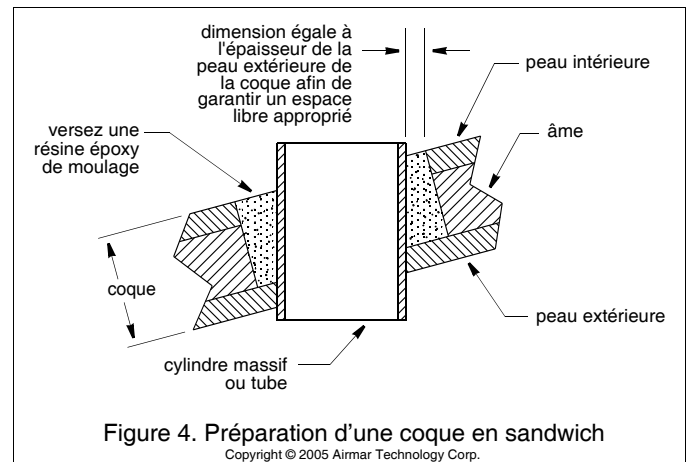

Figure 4. Préparation d'une coque en sandwich
1. Percez un avant-trou Ø 3 mm (1/8") depuis l'intérieur de la coque (voir Figure 4). Effectuez le perçage depuis l'extérieur en présence d'une